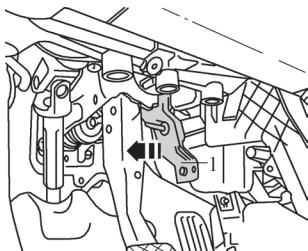

图 5-34 按压支架
4) 沿图 5-34 所示箭头方向按压支架 1, 并用电缆扎带固定。